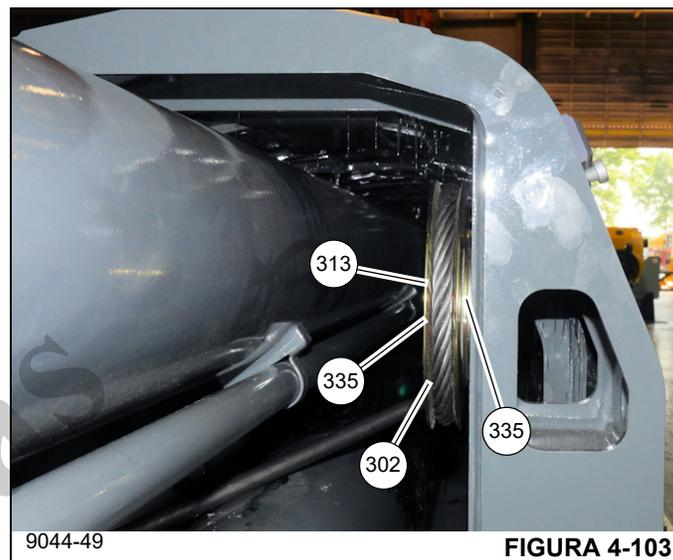

FIGURA 4-103
- 54. Instale as duas arruelas (335) no pino da polia (313) seguidas pela polia (302) e outra arruela (335) (consulte a Figura 4-103).